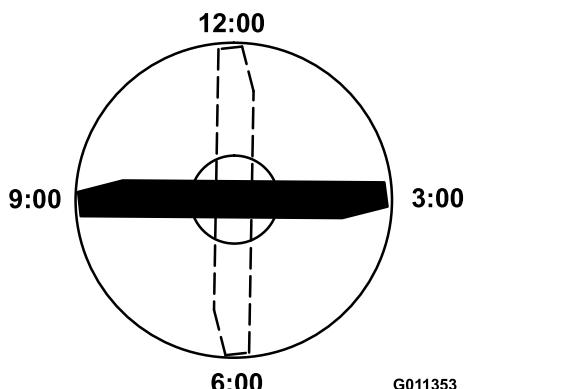

Figura 69
- Posicione a extremidade de corte da extremidade marcada da lâmina na posição das 12 horas (a direito na direção do corte) e meça a altura da mesa à extremidade de corte da lâmina (Figura 69).
4. Rode a extremidade marcada da lâmina para as posições das 3 horas e das 9 horas e meça as alturas (Figura 69).